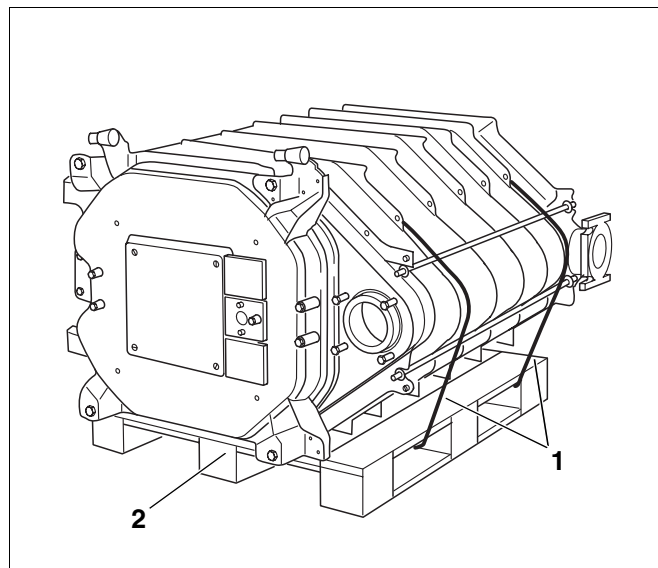

Abb. 23 Kesselblock auf Palette
- Sicherungsbänder durchschneiden (Abb. 23, Pos. 1).
- Palette vor dem Aufstellen entfernen (Abb. 23, Pos. 2).